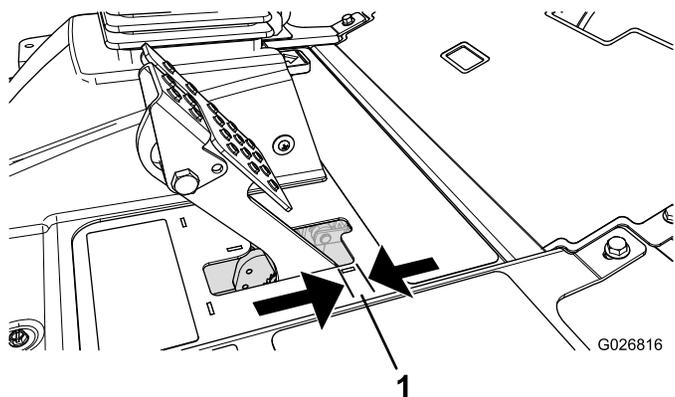

图 108
4. 轻踩刹车踏板；并测量踏板在没有阻力的情况下移动的距离（图 108）。
注意： 当刹车踏板的自由行程（图 108）超过 2.5cm 时，或需要施加更大的手刹力时，应调节刹车。
6. 紧固后螺母，向后移动拉线，直到在手刹锁住车轮之前，刹车踏板的自由行程（图 108）达到 6~13mm。